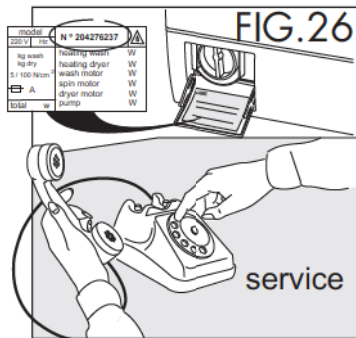

FIG. 26
- 3) El número de matrícula que se encuentra en la placa ubicada en el interior del portillo del filtro (Fig. 26).